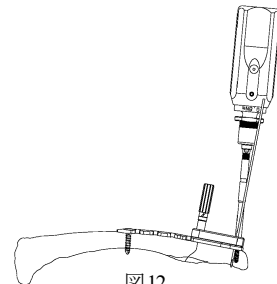

図12
- 13) ヘクスローブ8 パワービンドライバーの後端にトルクリミッター付きハンドルS0.8を接続します。プレートを骨面に押さえつけながら、ドライバーの軸芯を傾けないよう、選択した長さのロックングスクリューを挿入します。(図12)